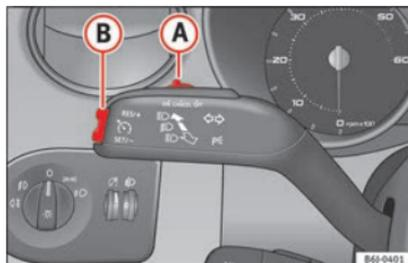

Fig. 148 Leva degli indicatori di direzione e degli abbaglianti: comando e tasto doppio del regolatore di velocità.
- Quando il veicolo raggiunge la velocità che si intende poi mantenere, premere una sola volta sulla parte inferiore del tasto **SET** ►► **fig. 148 (B)**.
- Premere la parte superiore del tasto **RES** ►► **fig. 148 (A)** per aumentare la velocità. La velocità sale finché si tiene premuto il tasto. Il sistema memorizza come parametro di riferimento la velocità raggiunta nel momento in cui si lascia andare il tasto.
- Premere la parte inferiore del tasto doppio **SET** ►► **fig. 148 (B)** per ridurre la velocità. La velocità diminuirà automaticamente ed in maniera costante per tutto il tempo che si tiene premuto il tasto. Il sistema memorizza come parametro di riferimento la velocità raggiunta nel momento in cui si lascia andare il tasto.
Se si riduce la velocità schiacciando il pedale del freno, il regolatore si disattiva. Per riattivare il regolatore di velocità si deve premere una volta sulla parte superiore del tasto **RES+** » **fig. 148 B**.